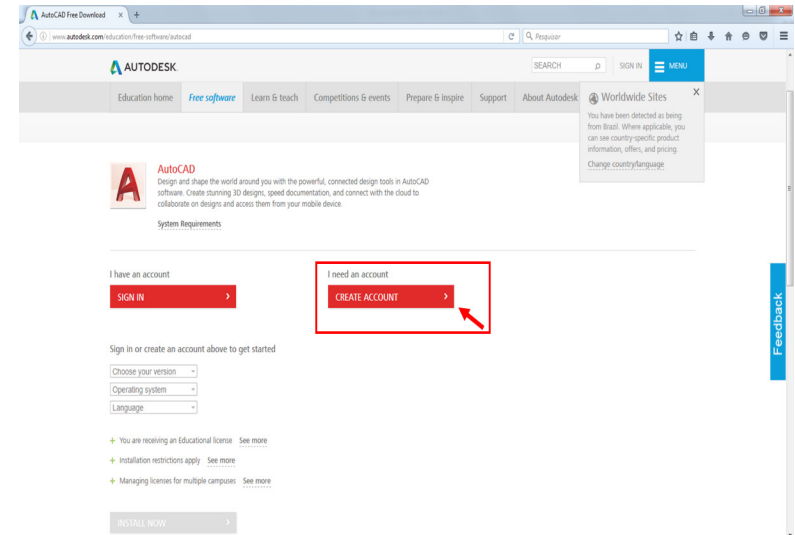

Figura 4 - Área criação de conta no site da Autodesk
e) Na página seguinte, o aluno deverá criar uma conta, informando seus dados básicos e seu e-mail, bem como uma senha, de no mínimo 8 (oito) caracteres, que deverá ter pelo menos um número e uma letra maiúscula (Figura 4);